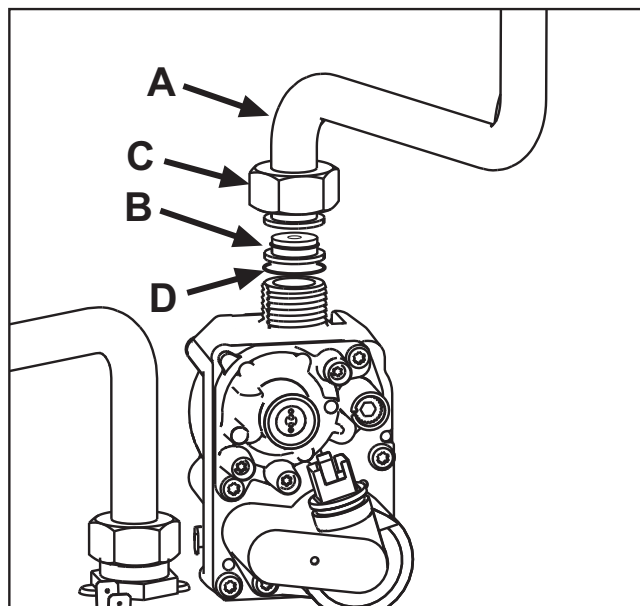

fig. 22
4. Desenrosque la tuerca **C** y desconecte el tubo **A** de la válvula del gas (fig. 22).
5. Reemplace el inyector **B** del tubo del gas por el que se incluye en el kit de transformación, interponiendo la junta **D** (fig. 22).